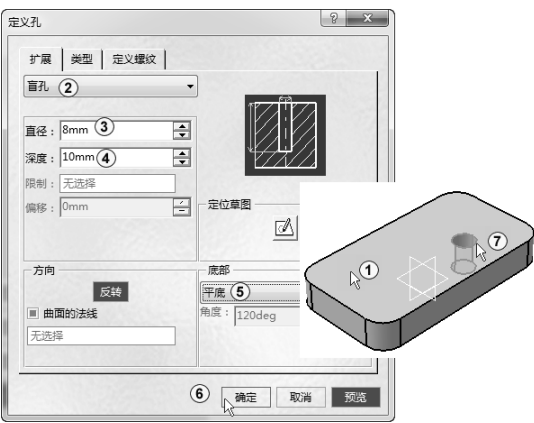

图 3-47 打孔
在“基于草图的特征”工具栏中单击“孔”按钮，选择长方体上表面放置孔，如图 3-47 中①所示。系统弹出“定义孔”对话框，在“扩展”下拉列表框中选择“盲孔”，在“直径”文本框中输入 8，在“深度”文本框中输入 10，在“底部”下拉列表框中选择“平底”，其他采用默认设置，如图 3-47 中②~⑤所示。单击“确定”按钮完成孔操作，结果如图 3-47 中⑥⑦所示。